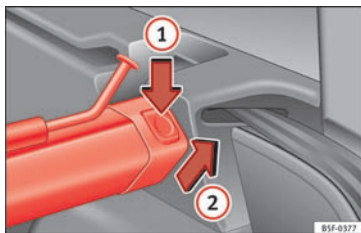

Fig. 166 I bagagerummet: afmontering af netskillevæg
- Tryk den venstre eller den højre udløserknap » **Fig. 166** i pilens retning ①.
- Tag huset ud i pilens retning » **Fig. 166** ②.
- Pres huset mod pilens retning » **Fig. 166** ② i venstre og højre side, indtil det går i hak.